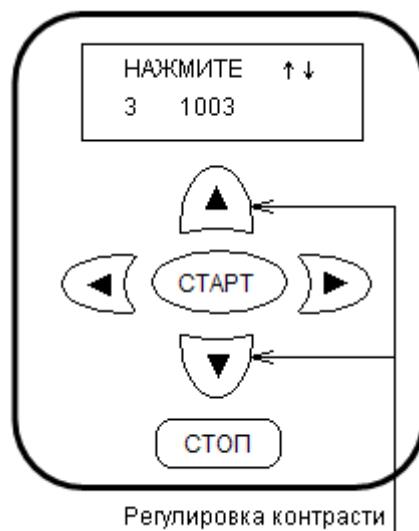

Рис. 33
- нажать кнопку «СТАРТ», на дисплее будет надпись: НАЖМИТЕ «БОЛЬШЕ», «МЕНЬШЕ», в нижнем углу экрана меняющаяся цифра 3,4 для визуального контроля контрастности и скорости переключения дисплея и, в середине нижней строки, значение кода контрастности дисплея, пример на рис.33.